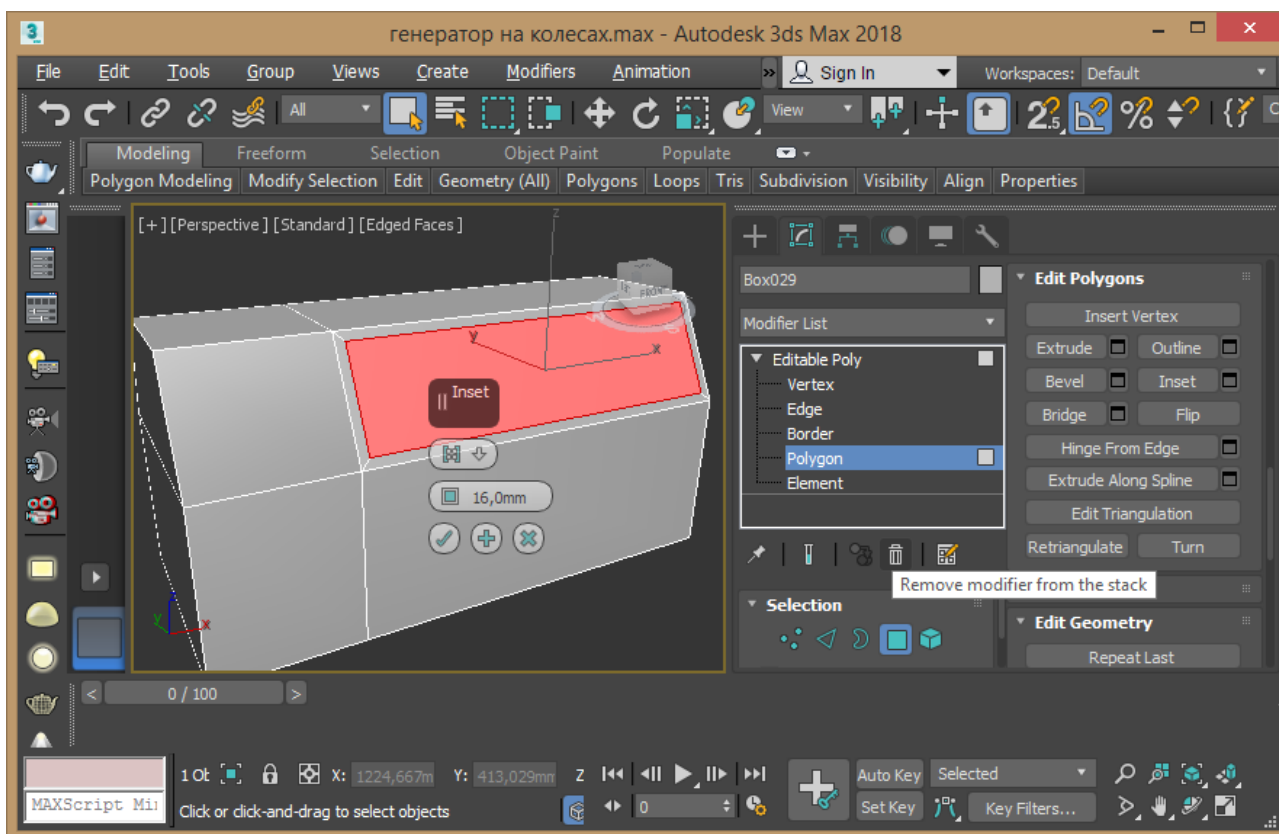

Рис. 2.5 – Редагування граней
5. Перемикаємося в режим редагування граней Polygon і виділяємо довгу верхню межу. Використовуємо на ній команду Insert активувавши кнопку праворуч від неї і задавши параметр 16 мм (рис. 2.5). Далі на цю ж грань застосуємо команду видавлювання Extrude теж з параметром 16 мм. Вийдіть з режиму редагування граней.